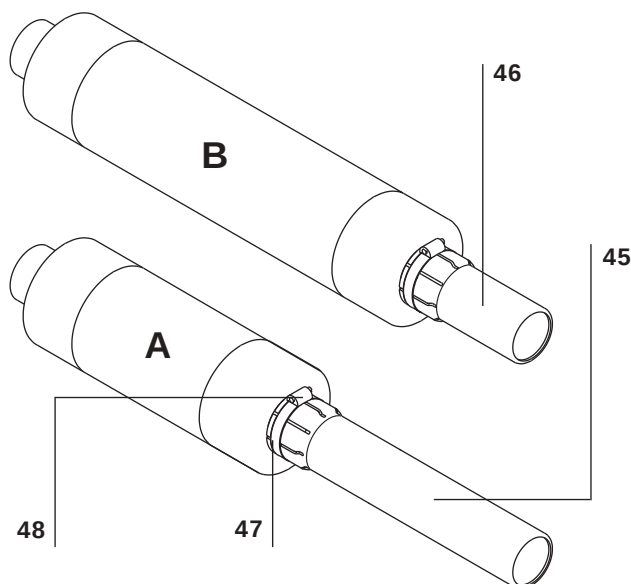

Fig. 55a
a) Montaggio degli adattatori (fig. 55a)
a) Mounting the adapters (fig. 55a)